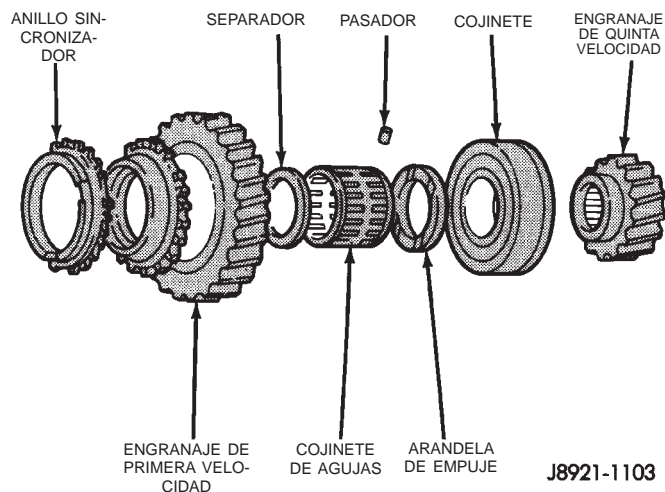

Fig. 122 Componentes del engranaje de primera y quinta velocidad
(17) Instale el anillo de muelle que fija el sincronizador 1-2/engranaje de marcha atrás al eje transmisor.
(18) Instale el anillo sincronizador de primera velocidad en el sincronizador 1-2/engranaje de marcha atrás.
(19) Instale el separador del engranaje de primera velocidad en el eje impulsor y contra el anillo de muelle del sincronizador 1-2/engranaje de marcha atrás.
(20) Instale en el eje transmisor el cojinete de agujas del engranaje de primera velocidad (Fig. 122).
(21) Instale el engranaje de primera velocidad en el eje transmisor y por sobre el cojinete.
(22) Instale el pasador de guía de la arandela de empuje en el eje transmisor.
(23) Instale la arandela de empuje del engranaje de primera velocidad en el eje transmisor. Gire la arandela de empuje hasta que el pasador de guía de la arandela se alinee con la escotadura de la arandela.
(24) Emplace el cojinete trasero del eje transmisor en el eje transmisor. Asegúrese de que la acanaladura del anillo de muelle de la pista de rodamiento externa del cojinete mire hacia la parte trasera del eje transmisor.
(25) Utilice el insertador L-4507 y un martillo adecuado para introducir el cojinete en el eje transmisor.